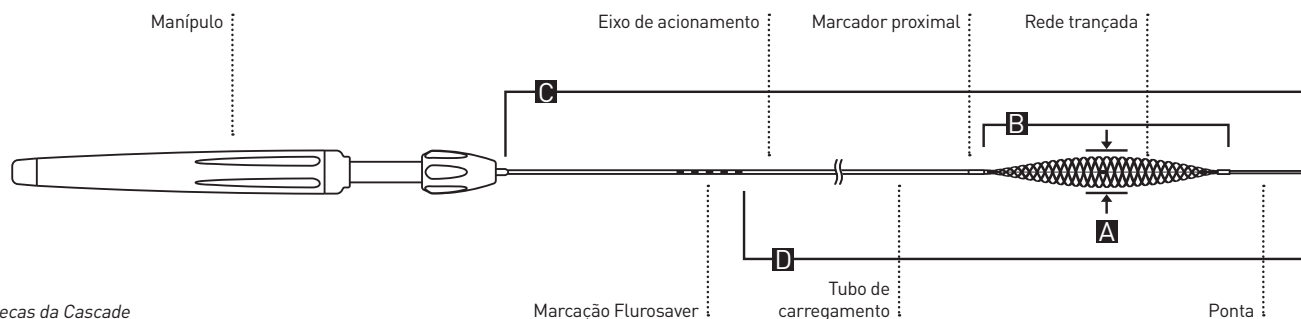

Figura 1 - Peças da Cascade
A Rede de Remodelação Não-Oclusiva Cascade é um dispositivo estéril, não-pirogênico e flexível que proporciona apoio mecânico durante a embolização do aneurisma intracraniano, impedindo que as molas formem hérnias no vaso principal e possibilitando o fluxo de sangue contínuo no vaso principal. O dispositivo foi concebido com uma rede trançada que pode ser ajustada ao diâmetro do vaso através do manipulador de acionamento (Figura 1). O manipulador de acionamento tem uma função de modo livre que permite realizar ajustes continuados, e um modo de bloqueio automático, que permite realizar ajustes em incrementos definidos. O dispositivo é introduzido e ativado sob visualização fluoroscópica e é compatível com cateteres e microcateteres com um diâmetro interno (DI) de 0,017 pol. (Cascade 17), 0,21 pol. (Cascade M, L, e modelos Agile), ou superior. Depois de colocada, a Cascade pode ser expandida em plena conformidade com a forma e o diâmetro do vaso principal, auxiliando no posicionamento do microcateter e na implantação da mola conforme necessário.